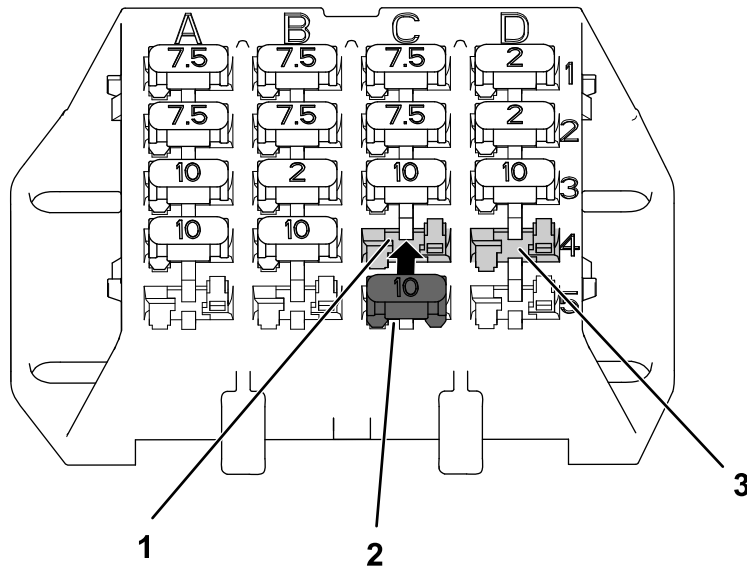

Figure 13
1. Si votre machine est plus ancienne, installez le fusible dans l'emplacement C4 du porte-fusibles (Figure 13).